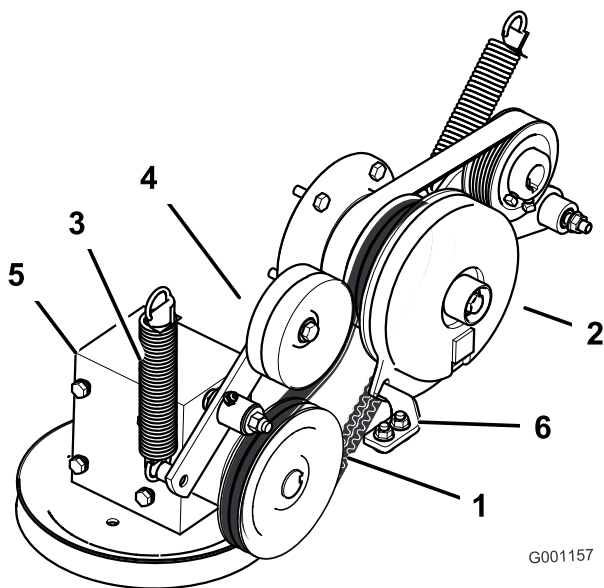

Bild 58
4. Entfernen Sie die Feder vom Spannarm (Bild 58).
7. Verlegen Sie den neuen Zapfwellen-Treibriemen um die Kupplungs- und Getriebespanscheibe (Bild 58).
9. Haken Sie die Feder wieder in den Spannarm ein (Bild 58).